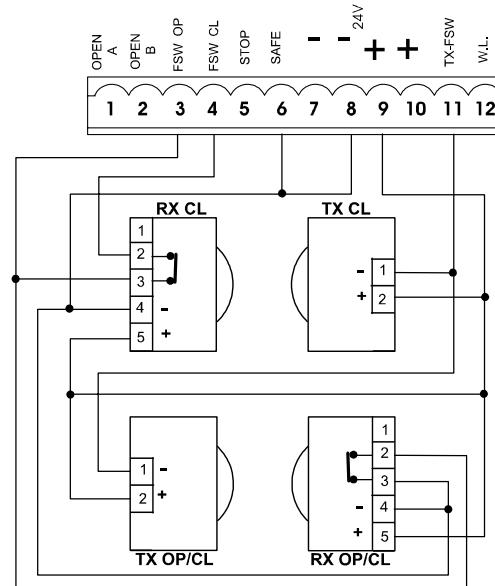

Fig. 34
N.B. Als er geen veiligheidsvoorzieningen worden gebruikt, moeten de klemmen worden overbrugd zoals op fig. 26. Hieronder staan de meest voorkomende aansluitschema's van fotocellen en veiligheidsvoorzieningen (van fig. 27 tot en met fig. 34).